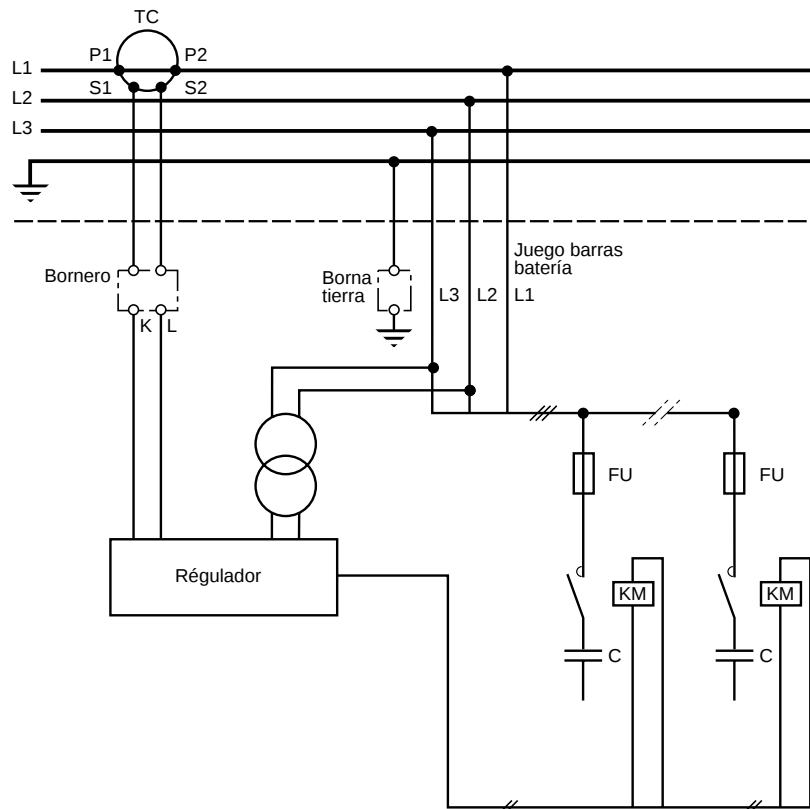

Fig. 10 Esquema eléctrico de principio, armarios estándar
La conexión eléctrica se hace según los esquemas eléctricos (página 30, fig. 10 y 11). Para la conexión de potencia hay que prever un elemento de protección si es necesario.
- conectar las informaciones procedentes del TI, S1 en el borne K y S2 en el borne L de la regleta de bornes (fig. 10, 11 y 12).